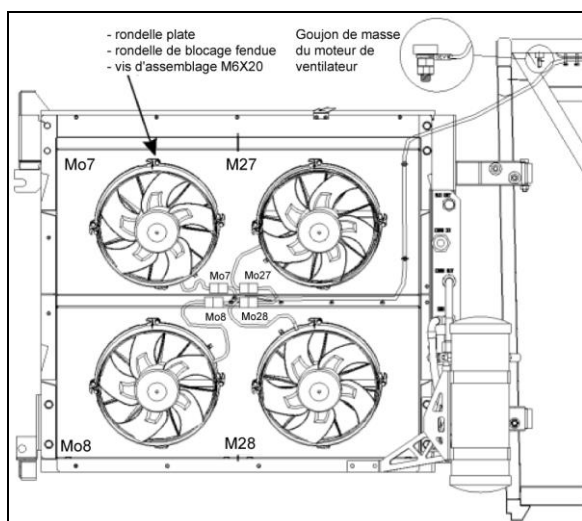

FIGURE 61 : VENTILATEURS DU CONDENSEUR
2. Débrancher le connecteur de faisceaux du ventilateur (Figure 61)